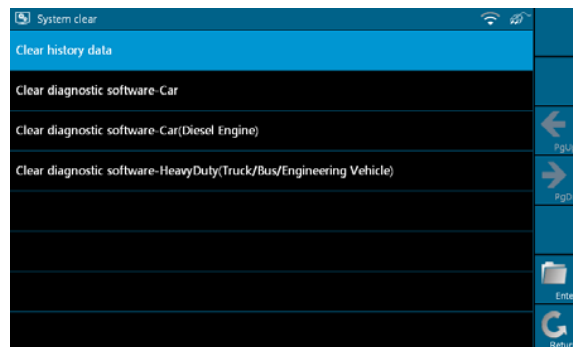

Рис. 2-24
Нажать кнопку **[Diagnostic] (Диагностика)**, чтобы войти в режим, см. рис. 2-24.
1. На рис. 2-24 выбрать **[Clear history data]** (Удалить перечень файлов) и нажать кнопку **[Enter]** (Ввод), чтобы войти в режим рис. 2-25. Выбрать пункт, который требуется удалить и нажать кнопку **[Clear]** (Удалить).
2. На рис. 2-24 выбрать меню **[Clear diagnosis software-Car]** (Удалить диагностическое программное обеспечение для автомобиля) и нажать кнопку **[Enter]** (Ввод). Выбрать модель автомобиля, которую требуется удалить, как показано на рис. 2-27, и нажать кнопку **[Fast Clean]** (Быстрое удаление).